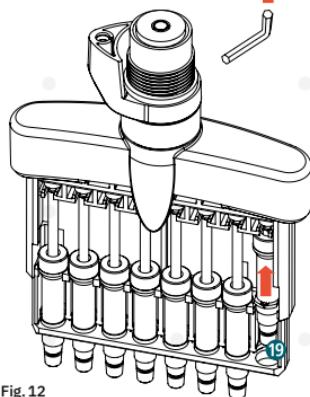
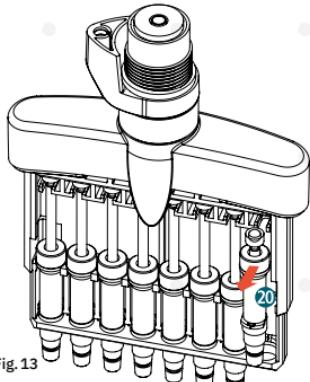

Fig. 12
Fig. 13
- El cilindro del émbolo **19** se empuja hacia arriba (Fig. 12), la unidad del émbolo completa **20** se puede quitar hacia adelante (Fig. 13) y limpiar exteriormente con una solución desinfectante. Lubrique el émbolo de nuevo con grasa de émbolo STARLAB original (véase también 8 Información de pedido).